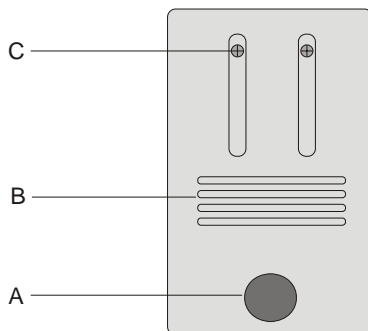

Fig. 1 Deckel des Lampenfachs: A Rändelschraube, B Lüftungsschlitze, C Befestigungsschrauben der Lampenfassung
- Schrauben C des Lampenfachs lösen und nach außen verschieben, so dass sie sich in der gleichen Stellung wie in Fig. 1 befinden.